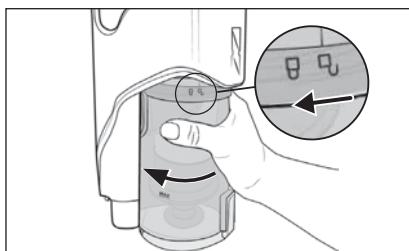

Fig. 19
- 2) Para desmontar el depósito de polvo 7 del aparato, gírello hacia el símbolo □ (abrir) hasta que pueda retirarse del aparato (consulte la fig. 19).